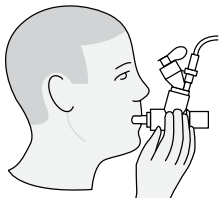

Rysunek 11. Podłączenie urządzenia do maski
2. Obrócić kolanko z odpowietrznikiem stosownie do ułożenia pacjenta (Rysunek 11).
Ostrzeżenie: Utrzymanie nebulizatora w pozycji pionowej zapewni prawidłowy przebieg nebulizacji (Rysunek 11 i Rysunek 12).